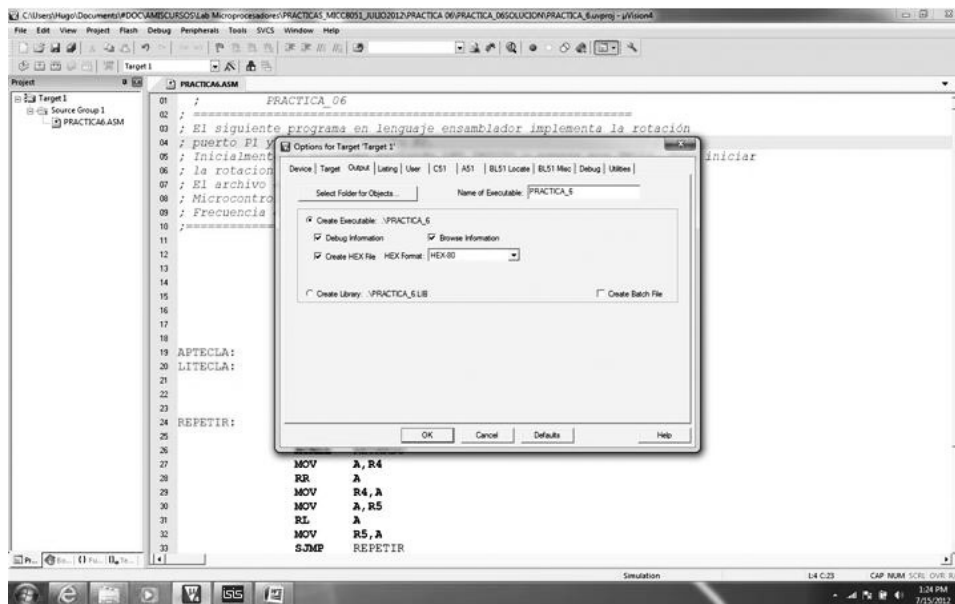

Figura 16.27: Crear archivo ejecutable. Paso 3
3. Según lo mostrado en la figura 16.27 marque ‘Create HEX File’. Con click en OK se regresa al programa fuente.